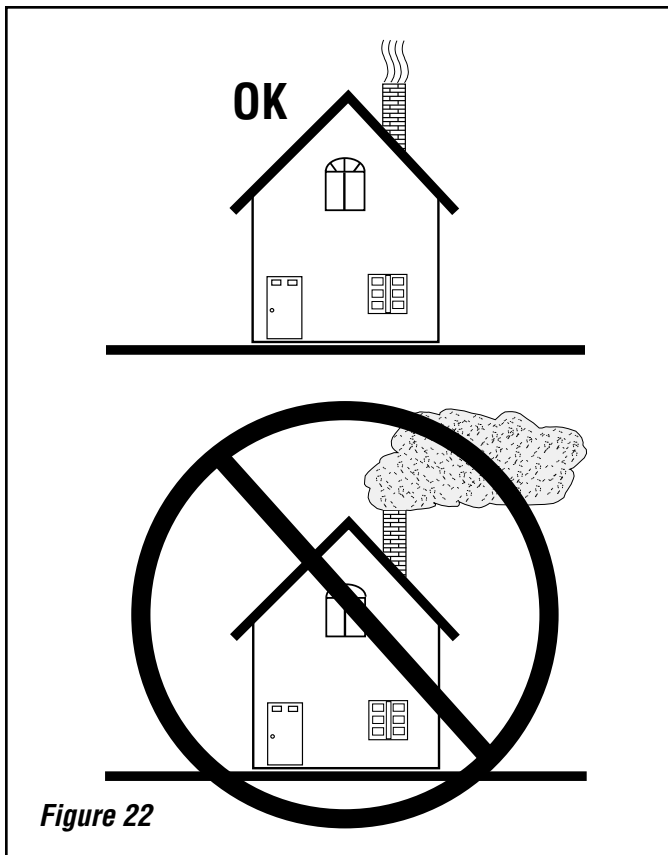

Figure 22
7. Pour obtenir les meilleurs résultats, utiliser de petits morceaux de bois et allumez le feu du haut du tas de bois afin de faire monter la température du poêle, puis charger de plus gros morceaux pour maintenir la flambée. Si nécessaire, entrouvrir la porte pour permettre l'allumage de la charge de combustible. Ne pas laisser l'unité sans surveillance quand la porte avant est légèrement ouverte. Après quelques minutes de forte flambée, ajouter des morceaux de bois plus gros puis régler le registre de gauche en fonction de la production de chaleur voulue. Vérifier l'évacuation toutes les 15 à 20 minutes (voir **figure 22**). Une fumée importante indique que le réglage est incorrect (trop élevé ou trop faible). Ajuster le réglage puis révéifier 5 à 10 minutes plus tard.
6. Sortir de l'habitation et vérifier la cheminée. La quantité de fumée doit être très réduite ; une quantité plus élevée indique un gaspillage de chaleur, une accumulation de créosote et de la pollution (voir **Figure 22**).